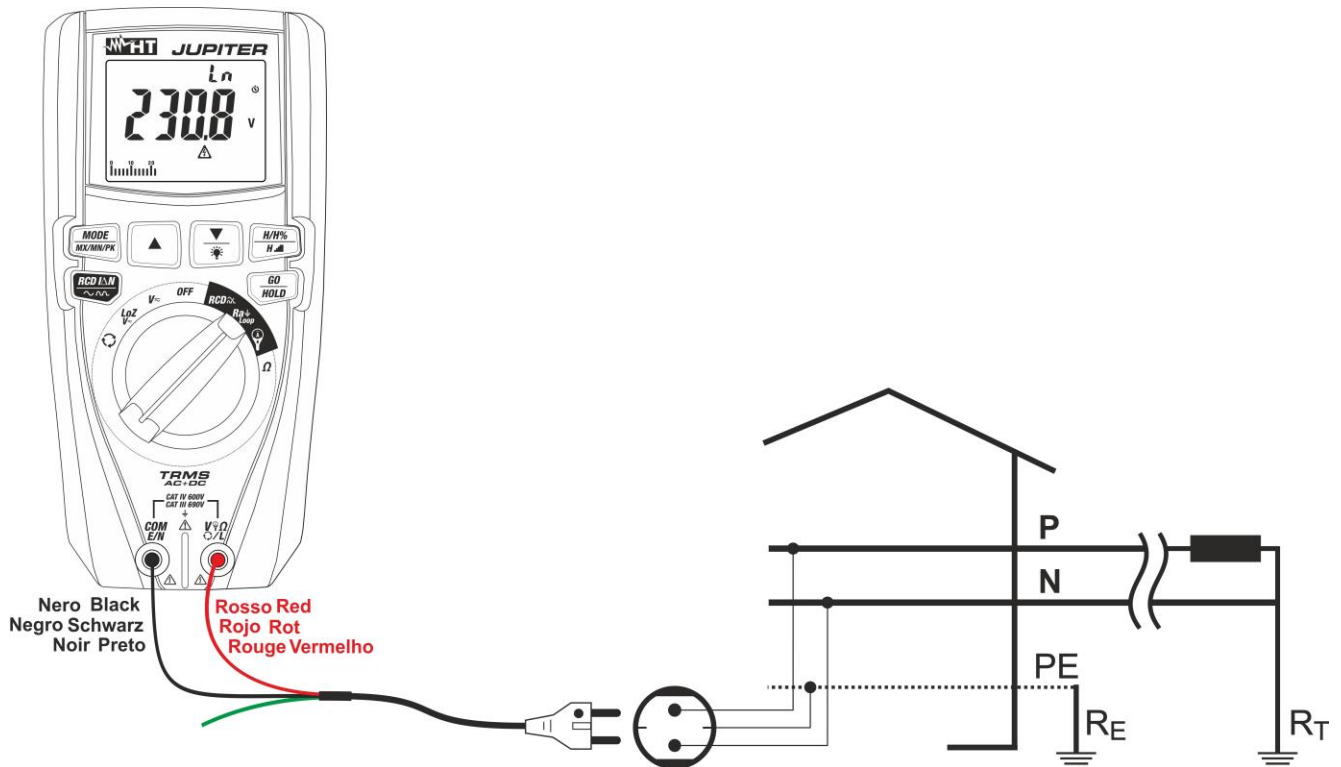

Fig. 25: Uso del instrumento para medida impedancia Bucle L-N con cable con toma Schuko
7. **Para la medida de Bucle L-N** en caso de uso del cable con toma shuko inserte el conductor rojo en el terminal de entrada **V Ω L** y el conductor negro en el terminal de entrada **COM/E/N** y conecte el instrumento a la instalación en examen (ver Fig. 25). El valor de la tensión Fase-Neutro se muestra en pantalla